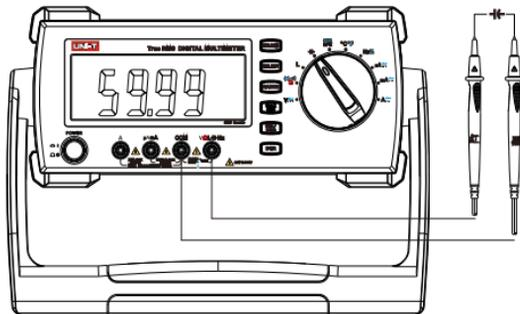

图5
- a) 将红表笔插入"C"插孔，黑表笔插入"COM"孔(如图5)。